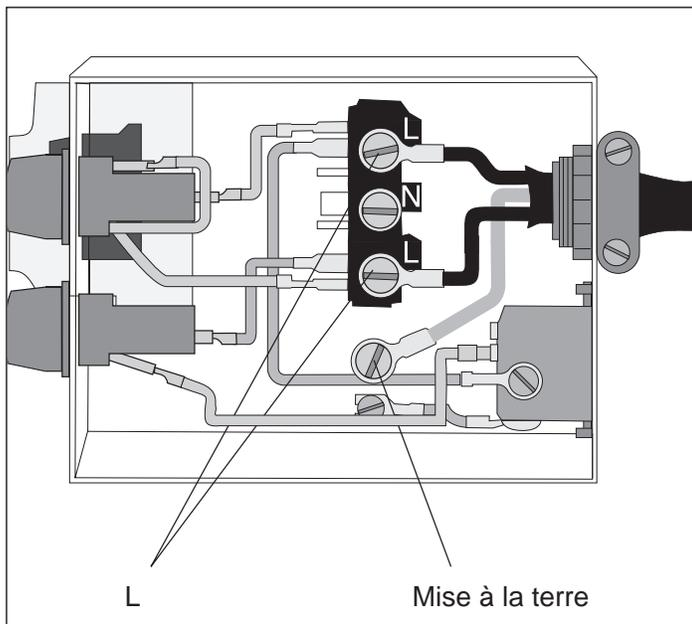

Figure 20.
9. Relier les deux autres conducteurs extérieurs aux bornes marquées «L». Serrer les deux vis afin que les conducteurs soient solidement fixés. Voir figure 20.